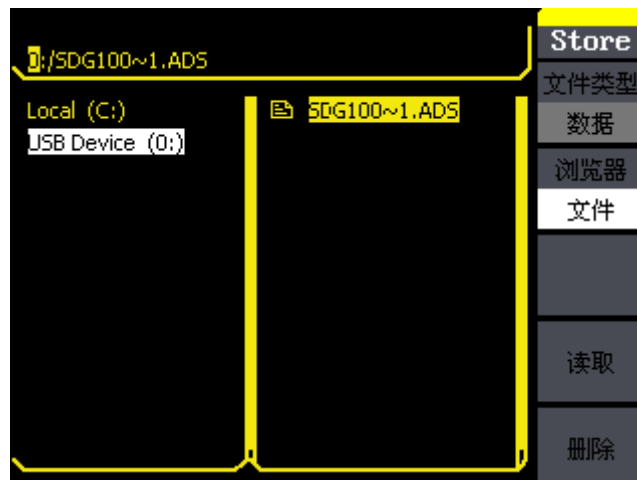

图 2-39 固件升级界面-文件选择
- ⑤. 浏览器选择“文件”，在右侧的数据文件中，按方向键↓，移动光标，选择目标文件“.ADS”，然后按键“读取”，如图 2-39 所示；